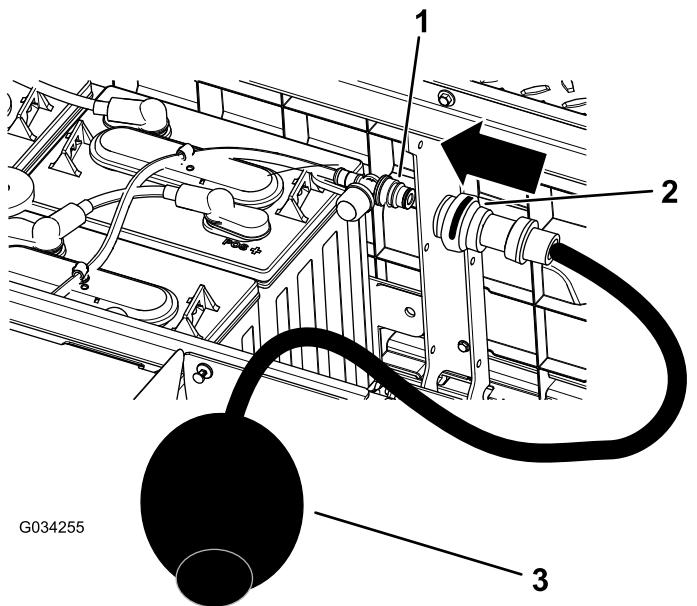

Figure 39
- Branchez la pompe à eau manuelle Toro à l'orifice de remplissage d'eau (Figure 39).